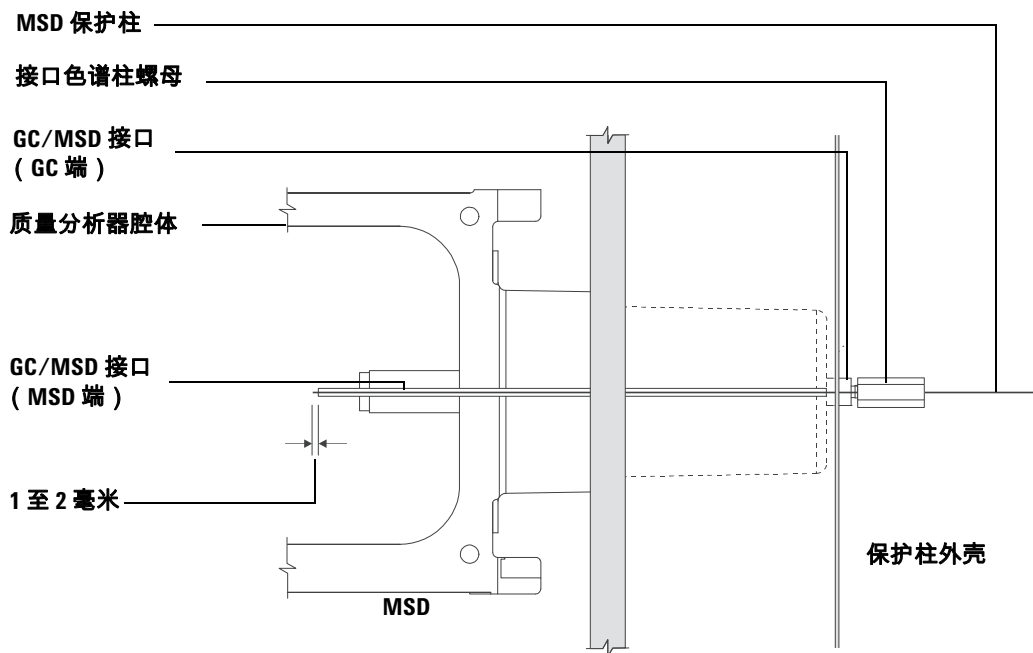

图 8 将保护柱安装在 GC/MSD 接口中
- 4 将色谱柱滑入 GC/MSD 接口 (图 8), 直到您可从质量分析器腔体将其拉出。